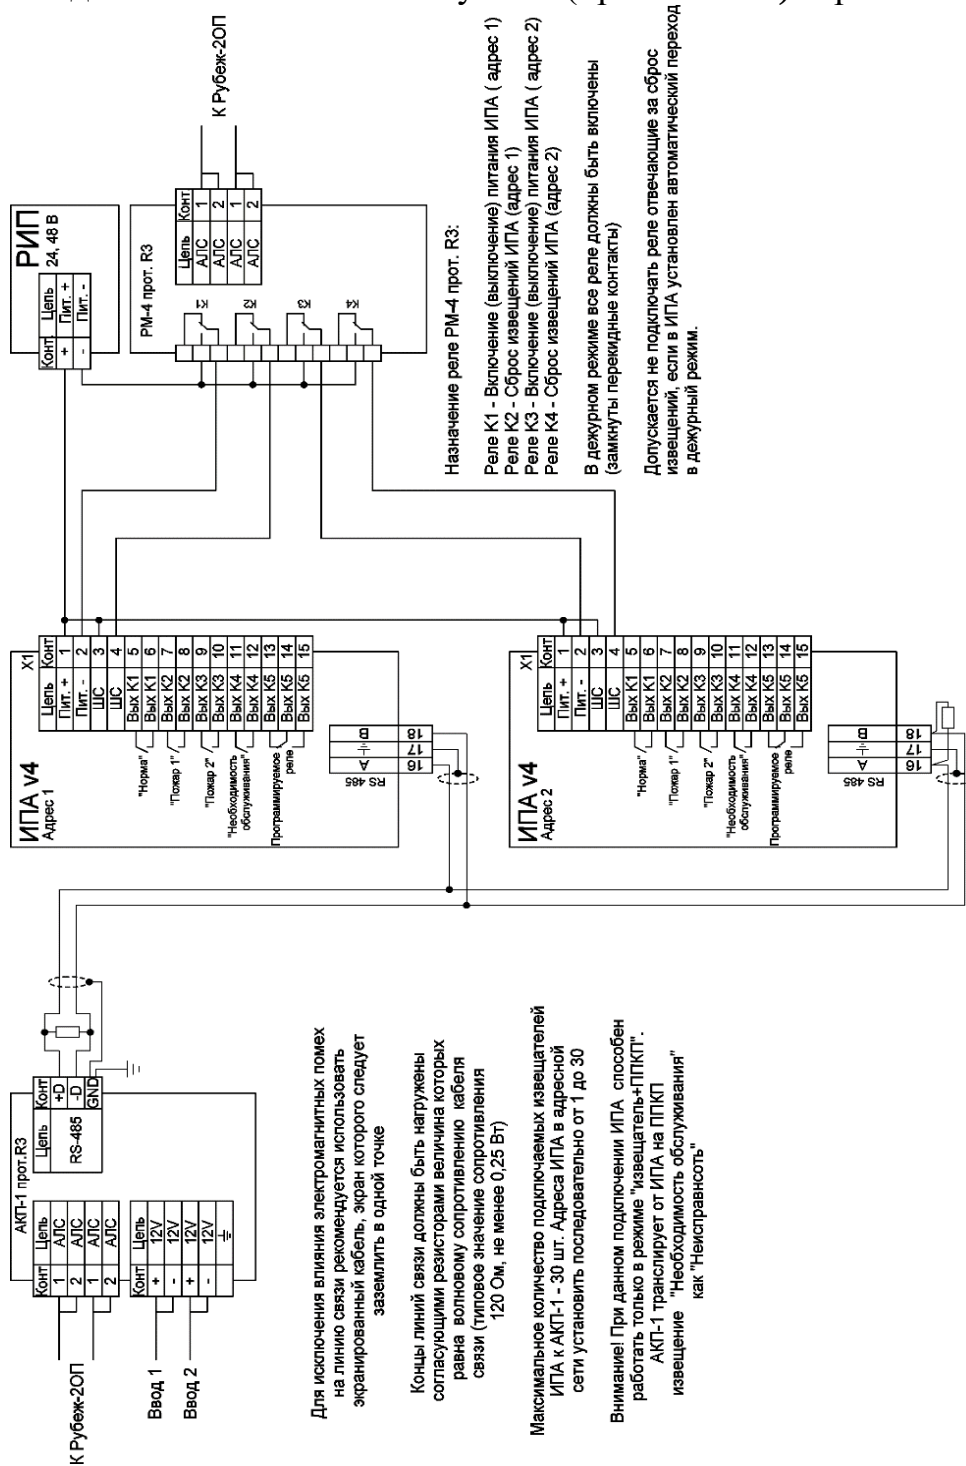

Рисунок 18 – Схема подключения к системе «Рубеж»
19.3 Схема подключения к системе «Рубеж» (протокол R3) через АКП (рисунок 18).